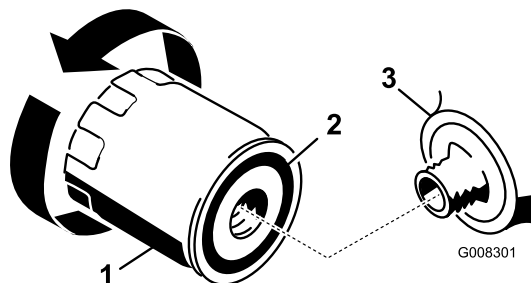

Figura 25
2. Retire el filtro usado y limpie con un paño la superficie de la junta del adaptador del filtro (Figura 25).
3. Aplique una capa fina de aceite del motor nuevo a la junta de goma sobre el filtro nuevo (Figura 25).
5. Apriete el filtro 1/2 a 3/4 de vuelta más (Figura 25).